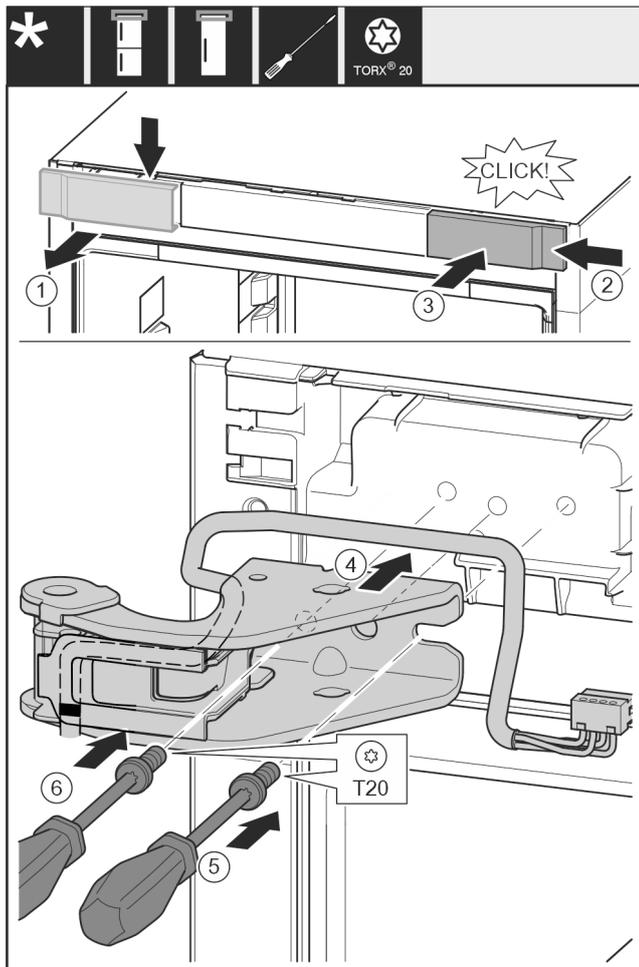

Fig. 32
- ▶ Retire la tapa desde la parte superior hacia el frente. Fig. 32 (1)
- ▶ Enganche por la derecha la cubierta girada 180° en el otro lado. Fig. 32 (2)
- ▶ Encaje la cubierta. Fig. 32 (3)
- ▶ Coloque el soporte de cojinete superior. Fig. 32 (4)
- ▶ Coloque y apriete el tornillo con el destornillador T20. Fig. 32 (5)
- ▶ Coloque y apriete el tornillo con el destornillador T20. Fig. 32 (6)